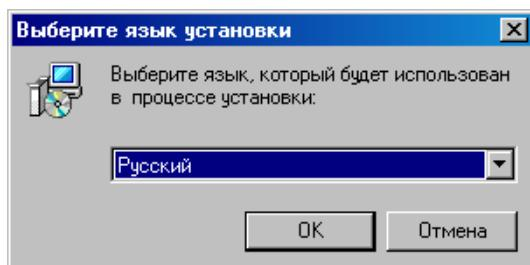

Рис.12. Выбор языка установки программы
- После запуска программы Setup на экране монитора появится диалоговое окно с предложением выбрать язык установки Русский/English (Рис.12).